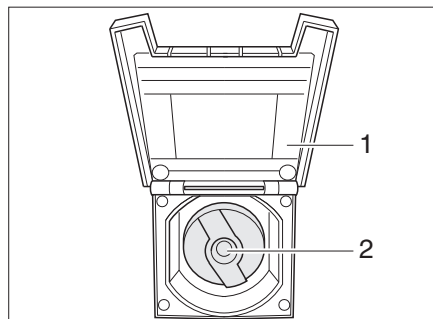

Bild 255 Verschlussdeckel für Trinkwasser-Einfüllstutzen
- Abdeckklappe (Bild 255,1) zum Trinkwasser-Einfüllstutzen öffnen.
- Schlüssel in Schließzylinder (Bild 255,2) stecken und eine viertel Umdrehung entgegen dem Uhrzeigersinn drehen.
- Trinkwasser-Einfüllstutzen (Bild 255) öffnen.